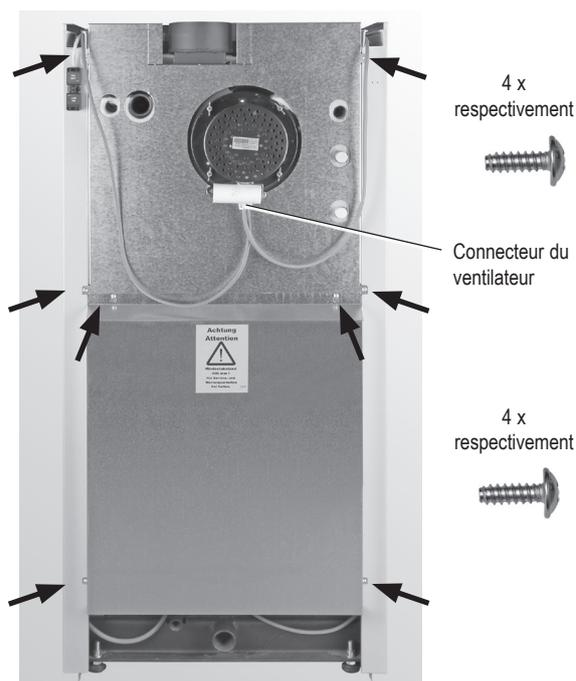

fig. 23 - Passage des câbles
- Monter les isolations supérieure et inférieure, comme indiqué sur la *fig. 23 - ①*.
- Si l'adaptateur fumisterie (option) n'est pas utilisé, dégager l'orifice prédécoupé en haut de la paroi arrière (*fig. 23 - ②*).
- Fixer la paroi arrière supérieure et la paroi arrière inférieure à l'aide de 4 vis chacune (*fig. 23 - ③*).
- Brancher le connecteur du ventilateur au ventilateur de fumées et fixer le câble latéralement à l'aide d'un collier (*fig. 23 - ③*).